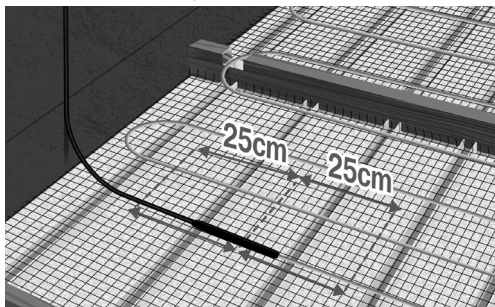

Fig. 16. Plasser kabelen rett på hver side av skjøten
6. Kablene festes ca. 25 cm på hver side av forbindelsen mellom kaldkabelen og varmekabelen, målt fra senter på skjøten. Pass på at du starter slik at kaldkabelen rekker opp til termostaten. (Fig. 16).